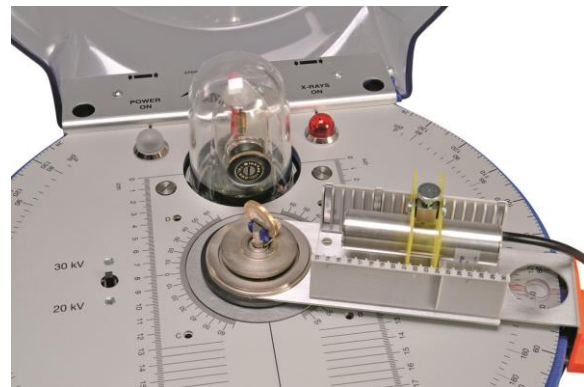

Fig. 2 Einbau des Röntgenenergiedetektors im Goniometerarm des Röntgengeräts
- Halterung des Röntgenenergiedetektors im gewünschten Abstand in das Magazin des Goniometerarms einsetzen (siehe Fig. 2).